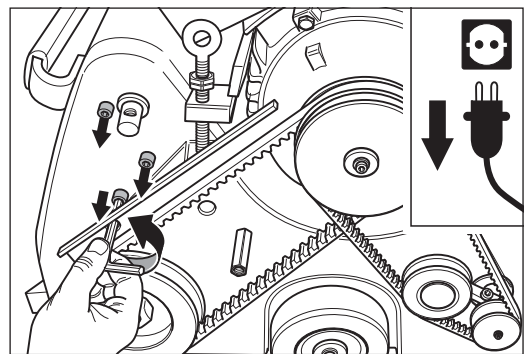

Abb. 36 Mit einer Hand das Aggregat festhalten und **gleichzeitig** die drei Befestigungsschrauben des Aggregats entfernen.
- 8 Halten Sie mit einer Hand das Aggregat fest und entfernen Sie **gleichzeitig** mit der anderen Hand die drei Befestigungsschrauben des Aggregats (Innensechskantschlüssel SW 6; Abb. 36). So kann das Aggregat nicht auf die Schleifwalze fallen.